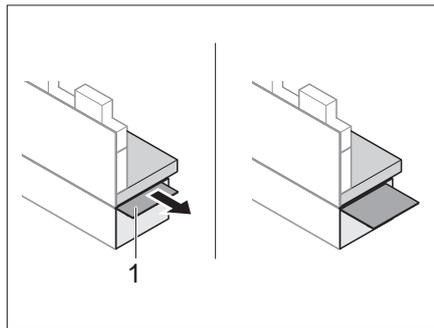
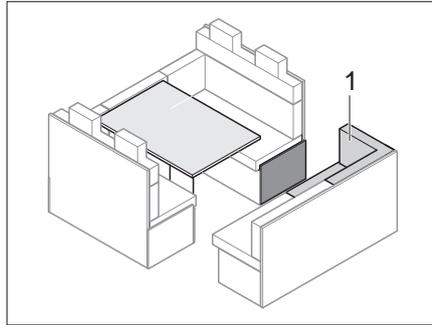
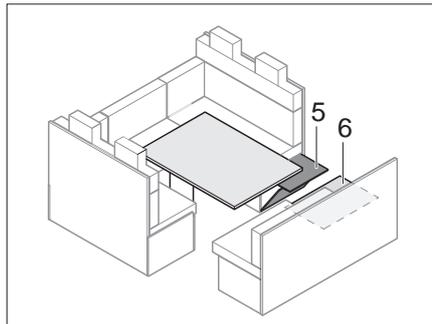

Bild 112 Sitzbankverlängerung herausziehen
Bild 114 Vor dem Vergrößern
Bild 116 Sitzbankverlängerung ausklappen
- Sitzbankverlängerung (Bild 112,1) herausziehen.
- Sitzpolser (Bild 114,1) entfernen.
- Sitzbankverlängerung (Bild 116,5) nach oben klappen und verkeilen (Bild 112).
- Verstärkungsplatte (Bild 116,6) unter dem Sitzpolster (Bild 114,1) hervorholen und die Lücke zwischen Sitzplatzverlängerung und Seitensitzbank schließen.